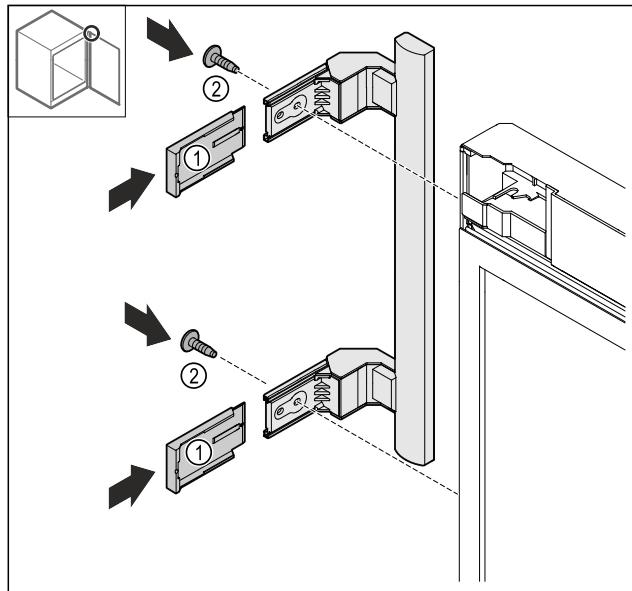

Fig. 26
- Skyv opp dekslene Fig. 26 (1).